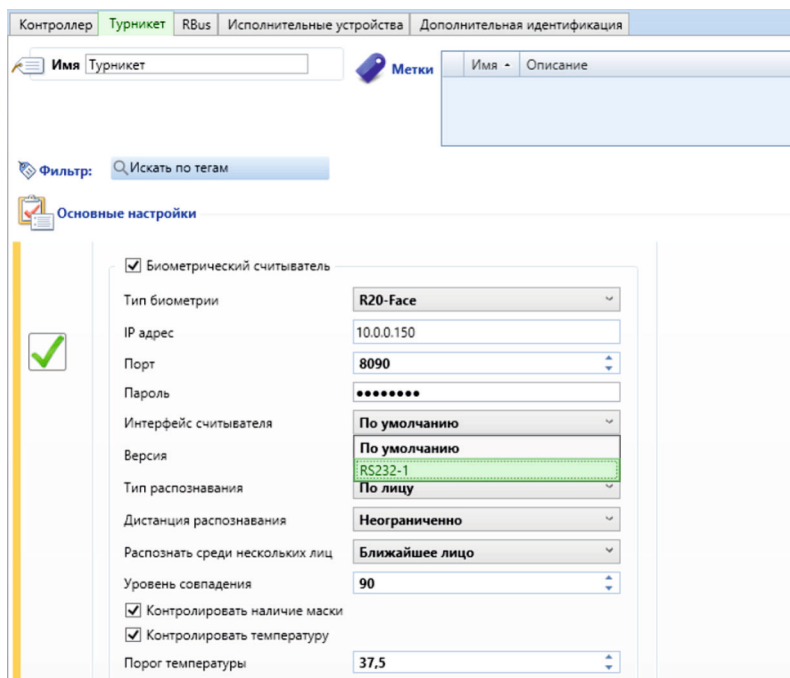

Рис. 16. Настройка терминала, подключенного к конкретному контроллеру
1. Через кнопку «Редактировать» поставьте флажок у пункта «Биометрический счи-тыватель» и укажите IP-адрес терминала, подключенного к этому контроллеру (рис. 16).